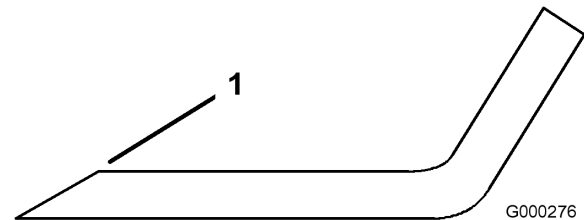

Figure 56
1. Au moyen d'une lime, aiguissez les tranchants aux deux extrémités de la lame (Figure 56) en veillant à conserver l'angle de coupe d'origine. Limez la même quantité de métal sur chacun des deux tranchants pour ne pas déséquilibrer la lame.